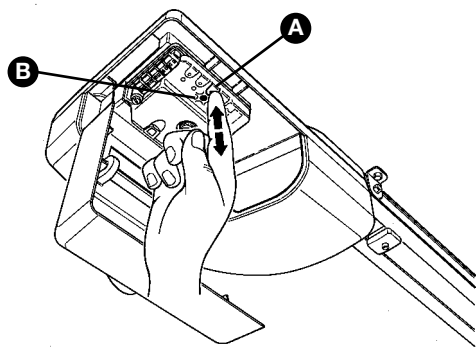

Abbildung 72
**2** An der Steuerung, Taste P3 **[A]** drücken und mindestens 3 Sekunden gedrückt halten, dann die Taste loslassen (Abbildung 72).